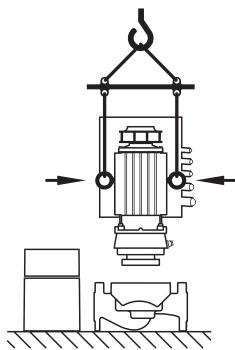

Fig. 25: Transport des Einstellsatzes
- Werden oder sind die Transportösen vom Motorflansch versetzt und am Motorgehäuse montiert, so sind sie nur zum Tragen bzw. Transport des Einstellsatzes (Fig. 25) zugelassen, nicht aber zum Transport der ganzen Pumpe sowie nicht zum Trennen des Einstellsatzes vom Pumpengehäuse (auf die vorherige Demontage und anschließende Montage der Abstandshalter ist zu achten).